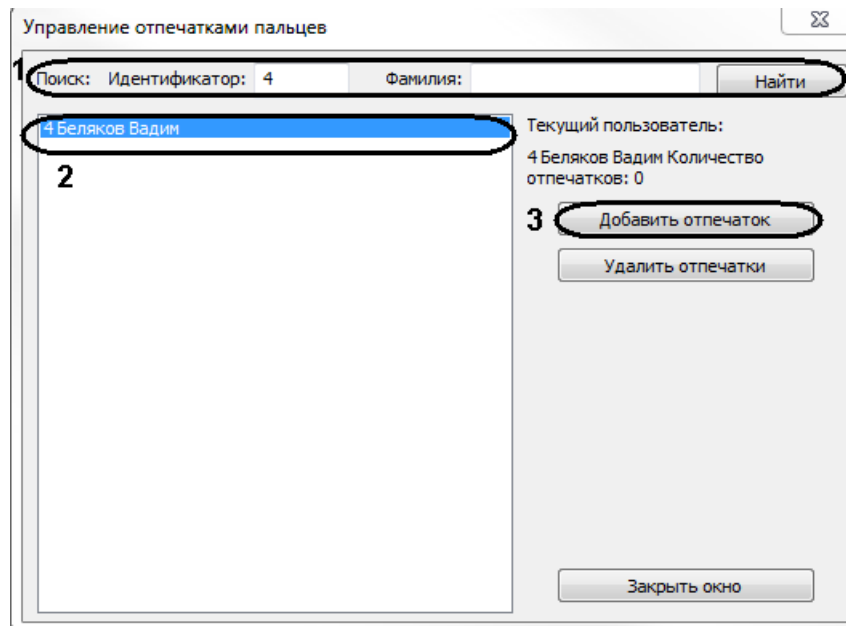

Рис. 3.8—1 Управление отпечатками пальцев
2. Найти пользователя по идентификатору или фамилии, нажав кнопку **Найти** (см. Рис. 3.8—1, 1).